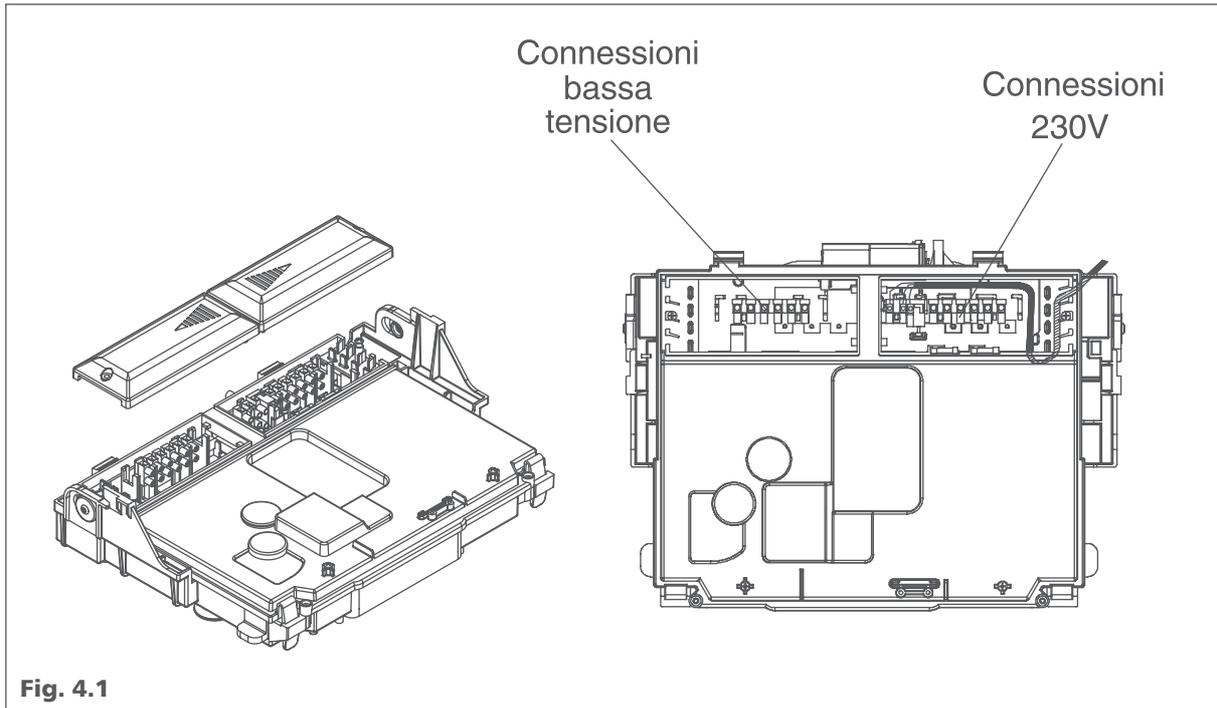

Fig. 4.1
**Allacciamento elettrico della caldaia (Fig. 4.1)**